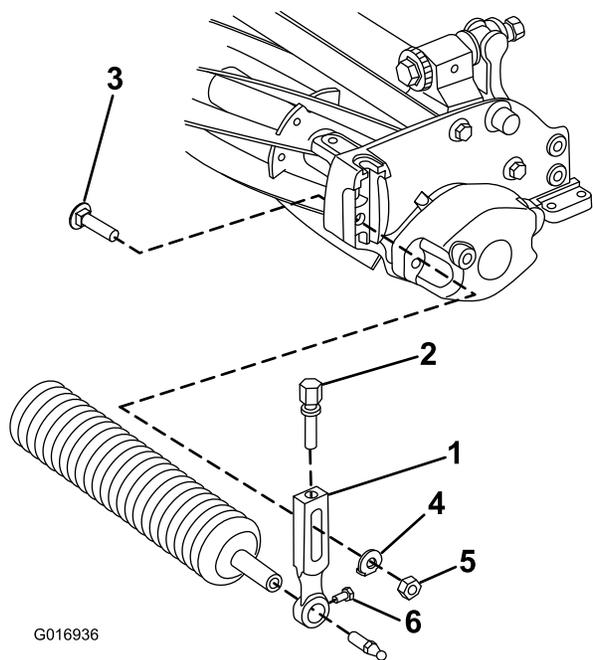

Figura 10
5. Realice los siguientes pasos para retirar el conjunto del rodillo delantero. Consulte Figura 10.